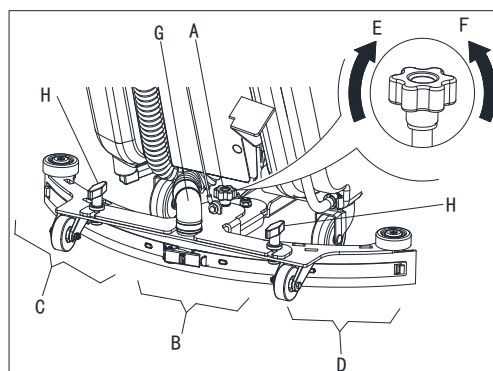

Figure 5
1. Installer la raclette et visser l'écrou (H), puis raccorder le tuyau d'aspiration (G) à la raclette.
2. Régler la raclette par la molette de réglage de la raclette (A, Figure 5).
- a) S'il y a un écart entre le sol et section centrale de la lame arrière de la raclette (B), régler le bouton (A) dans le sens antihoraire (F) jusqu'à ce que toute la section de lame arrière de la raclette ait un excellent contact avec le sol, la lame avant touchant légèrement le sol.
- b) S'il y a un écart entre le sol et les deux extrémité de la lame arrière (C et D), régler le bouton (A) dans le sens horaire (E) jusqu'à ce que toute la section de lame arrière ait un excellent contact avec le sol, la lame avant touchant légèrement le sol.